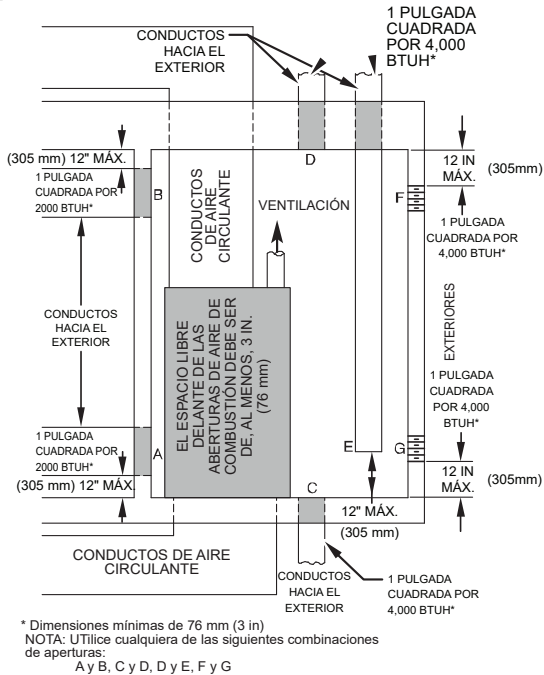

Fig. 6 – Aire para combustión, ventilación y dilución del exterior
- La Fig. 6 ilustra la forma de crear DOS ABERTURAS AL EXTERIOR, una de admisión y otra de escape del aire de combustión y ventilación hacia el exterior.
- Siga las indicaciones de la Fig. 6 y la Tabla 3 para el tamaño de las aberturas y los conductos.
- DOS CONDUCTOS HORIZONTALES requieren 1 in2 (645 mm2) de área libre por cada 2000 BTUh (1100 mm2/kW) de entrada combinada para todos los electrodomésticos de gas situados en dicho espacio, según Fig. 6 y la Tabla 3.
- DOS CONDUCTOS O APERTURAS VERTICALES requieren 1 in2 (645 mm2) de área libre por cada 4000 BTUh (550 mm2/kW) de entrada combinada para todos los electrodomésticos de gas situados en dicho espacio, según la Fig. 6 y la Tabla 3.
- 1 in2 (645 mm2) de área libre por cada 3000 BTUh (734 mm2/kW) de entrada combinada para todos los electrodomésticos de gas situados en dicho espacio, según la Fig. 6 y la Tabla 3.